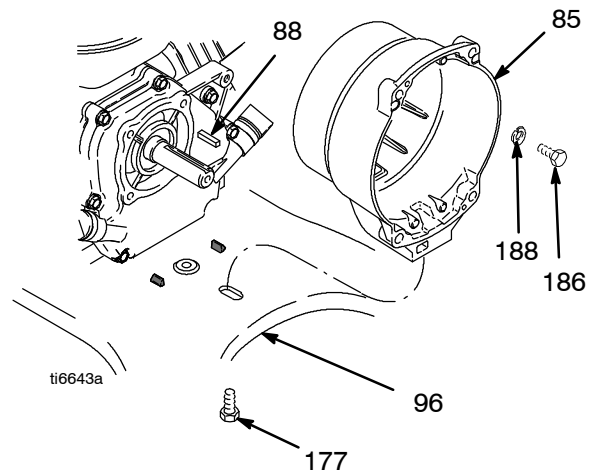

Fig. 10
1. Fig. 10. Retirer les quatre vis à tête (186) et leurs rondelles (188) qui maintiennent le carter d'embrayage (85) sur le moteur.
2. Enlever la vis (177) par le dessous de la plaque de support (96).
3. Extraire le carter d'embrayage (85).
1. Fig. 10. Enfiler le carter d'embrayage (5).
2. Mettre en place les quatre vis (186) et rondelles d'arrêt (188) et fixer le carter d'embrayage (85) sur le moteur. Serrer à 200 in-lb (22,6 N•m).
3. Introduire la vis (177) par le dessous de la plaque de support (96). Serrer à 26 in-lb (35,2 N•m).